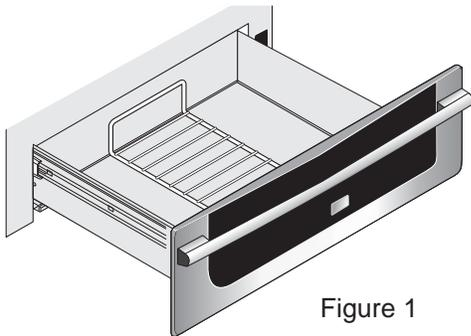

Figure 1
La pâte qui n'est pas gonflée devrait être placée dans un grand bol, puisque la pâte doublera de volume. Placez la grille du tiroir réchaud en U vers le haut (voir Figure 1). Avant de le placer dans le tiroir, couvrez le bol avec un linge humide ou utilisez du papier ciré qui a été recouvert d'huile à cuisson non-adhérente.
3. Localisez les leviers (un de chaque côté du tiroir) soulevez le levier de la glissière de droite et poussez sur le levier de la glissière de gauche (Voir Figure 1).